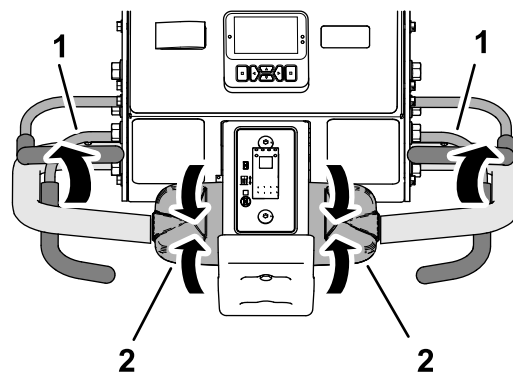

Figure 91
1. Relâchez la barre de commande de déplacement et attendez qu'elle revienne à la position POINT MORT, puis relâchez la barre de présence de l'utilisateur (Figure 91).